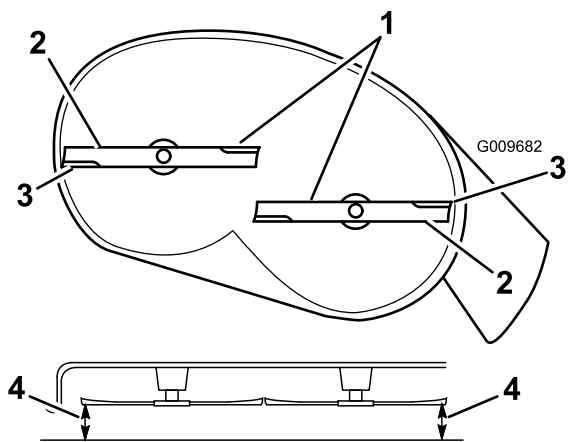
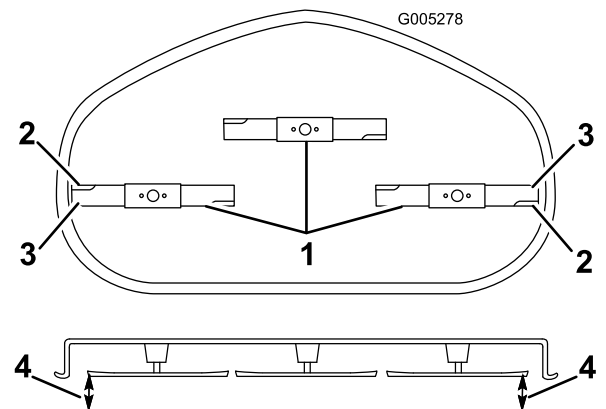

Bild 67
Bild 68
4. Drehen Sie die Messer vorsichtig, sodass sie alle seitlich gestellt sind (Bild 67 und Bild 68).
5. Messen Sie den Abstand zwischen den äußeren Schnittkanten und der ebenen Oberfläche (Bild 67 und Bild 68).